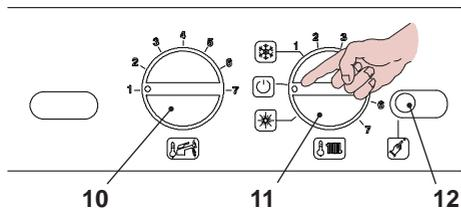

Fig. 5.67
- Per uscire dalla programmazione posizionare il selettore di funzione / manopola regolazione temperatura 11 come indicato in Fig. 5.67 .